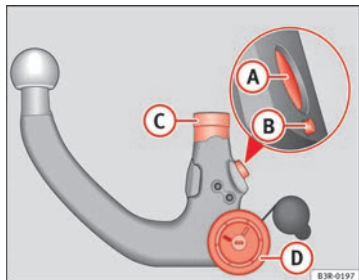

Abb. 157 Abnehmbare Anhängervorrichtung: Kugelstange
- Überprüfen Sie die Kugelstange am Verriegelungsbolzen (A), Auslösebolzen (B), Einsteckschaft (C) und Handrad (D) ⇒ Abb. 157 auf Verschmutzung und Beschädigung.